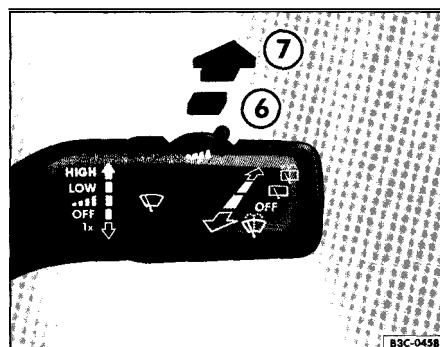

Fig. 48 Schéma de principe du levier d'essuie-glace : essuie-glace arriere
- Poussez le levier d' essuie-glace vers l'avant au cran fig. 48 (D). L' essuie-glace fonctionne environ toutes les six secondes.